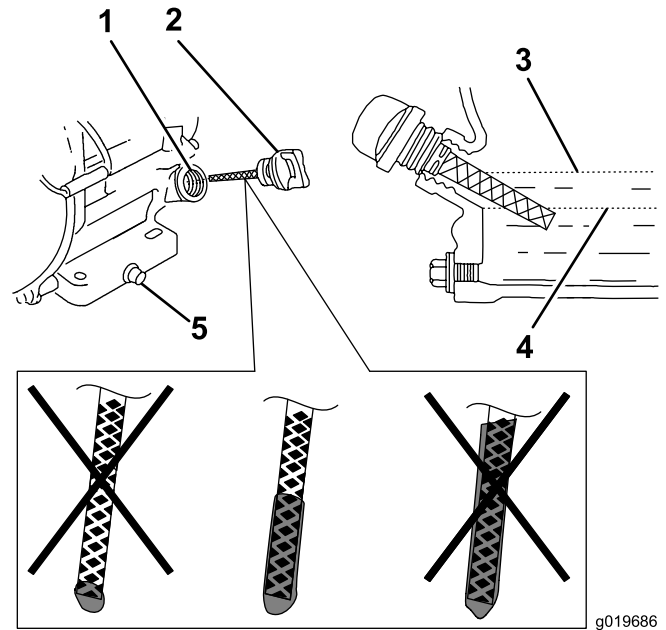

Bild 10
5. Ziehen Sie den Ölpeilstab wieder heraus und schauen Sie das Ende an (Bild 10).